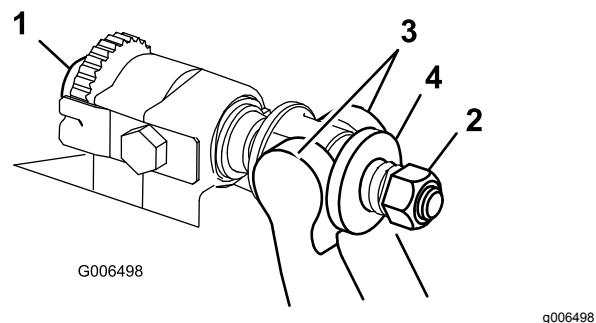

Figura 36
1. Gire los tornillos de ajuste de la barra de asiento en sentido antihorario para alejar la contracuchilla del molinete (Figura 36).
2. Afloje la tuerca de tensado del muelle hasta que el muelle deje de presionar la arandela contra la barra de asiento (Figura 36).